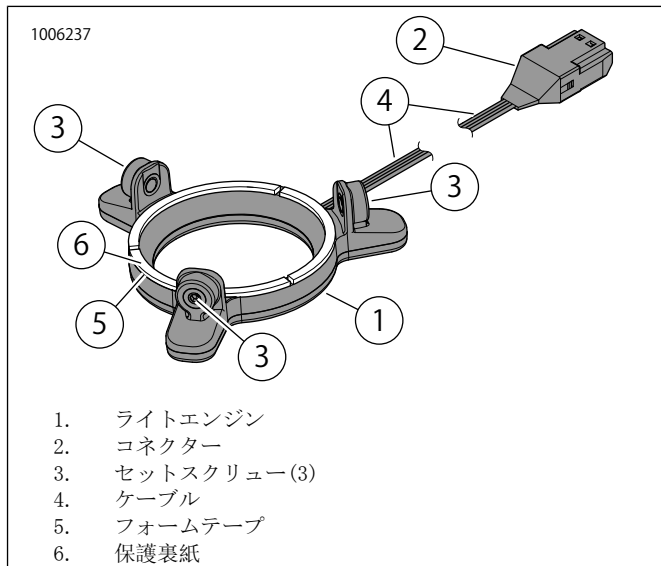

図20. LEDライト、ラウンドステージIIスピーカー
5. 図20を参照してください。ライトエンジン(1)の裏にあるフォームテープ(5)から保護裏紙(6)をはがします。